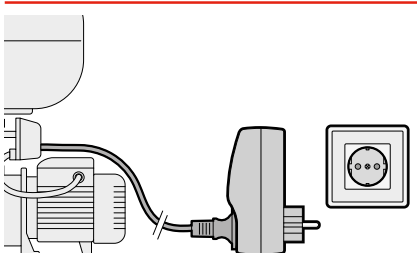

Fig. 2
- ✘ Débrancher la fiche du câble d'alimentation de l'électropompe de la prise de courant en laissant le point de distribution ouvert et vidanger complètement le système (**Fig. 2**).
- ✘ Insérer la fiche du câble d'alimentation de l'électropompe dans l'appareil EP (**Fig. 2**).